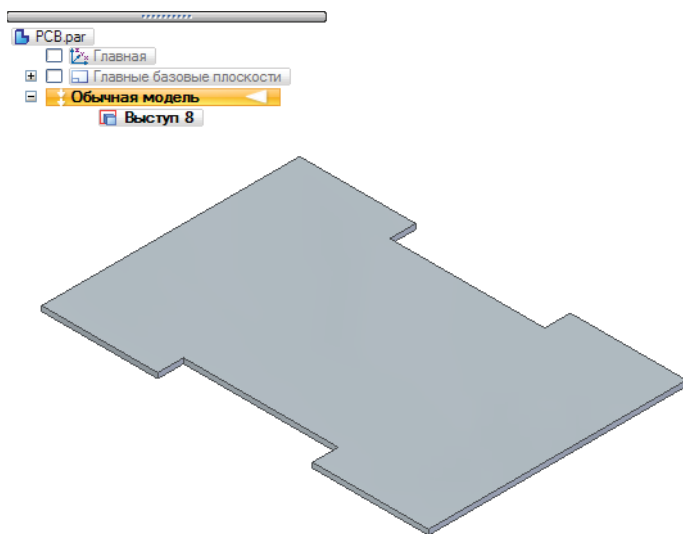

Рис. 2.11.19. Построенный выступ – будущее тело печатной платы без внутренних вырезов
1. Построить будущее тело печатной платы с помощью команды **Выдавливание** по профилю, повторяющему контур платы без внутренних вырезов, указав необходимую толщину (рис. 2.11.19).